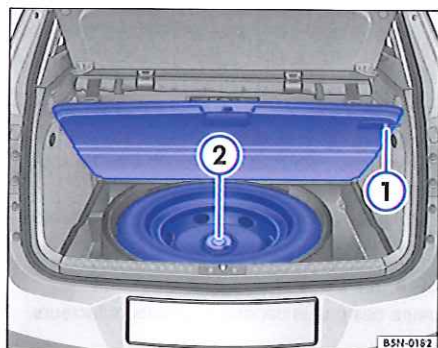

Fig. 203 Dans le coffre à bagages : roue d'urgence.
- Ouvrez le hayon, soulevez le plancher de coffre à bagages, poussez la goupille d'arrêt **→ fig. 203 1** vers la droite et abaissez lentement le plancher de coffre à bagages.